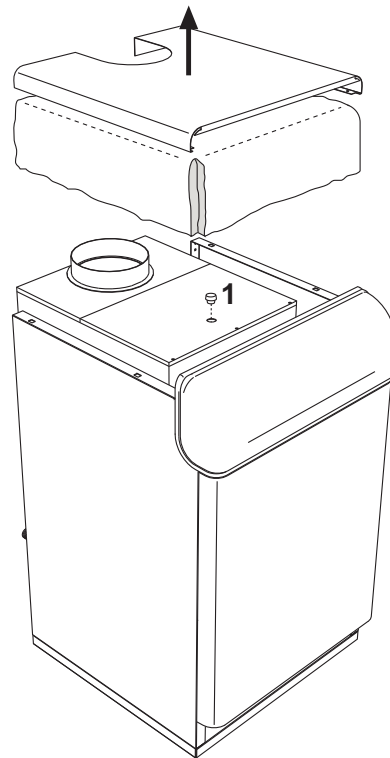

рис. 9 - Анализ сгорания
Внутри котла, в верхней части прерывателя тяги, предусмотрена одна точка отбора проб дымовых газов (смотреть рис. 9)
3. Откройте штуцер отбора дымовых газов 1 в рис. 9;